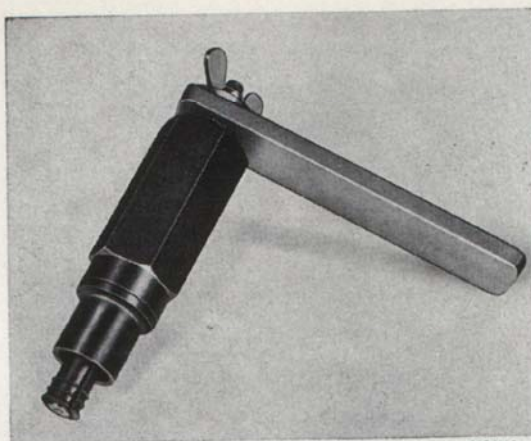

Bild 65. Verktyg för demontering av bussning
1. Pressa, slå eller drag ut den förslitna bussningen med hjälp av lämpligt verktyg. Specialverktyg för borsthållarskölden visas på bild 65 och 66.